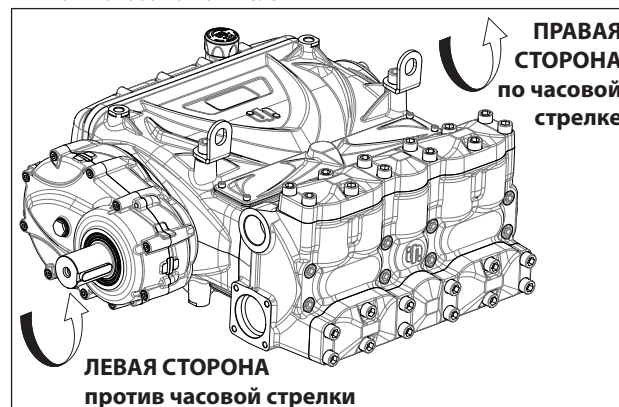

Рис. 6
- как показано на Рис. 6
если смотреть на насос со стороны торца, хвостовик ВОМ вала насоса располагается с левой стороны (см. Рис. 6).